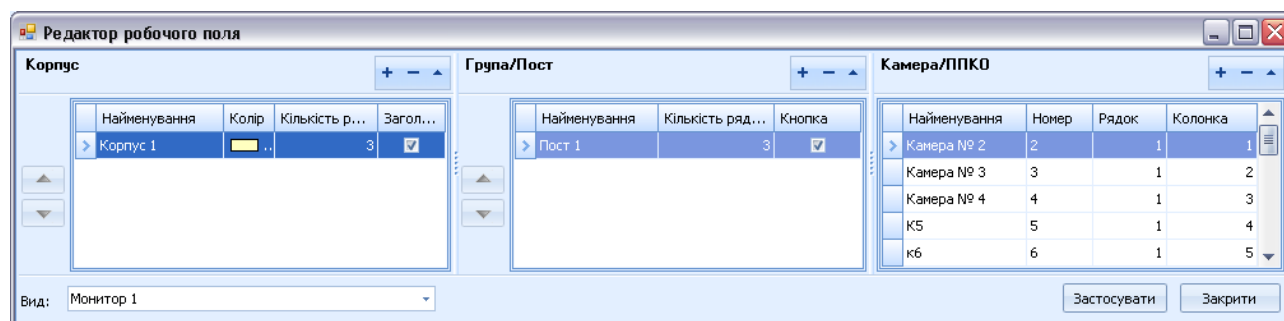
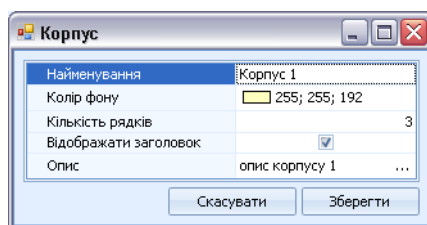
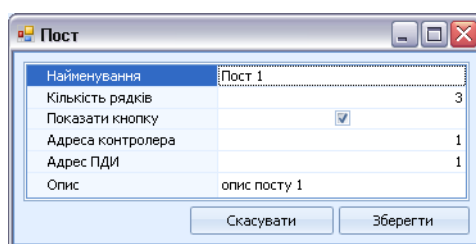

Рисунок 7: Редактор рабочего поля
Рисунок 8: Параметры отображения корпуса
Рисунок 9: Параметры отображения поста
6.4.4. Следующим шагом созданные объекты размещаются на матрице объектов при помощи окна «Настройка, Редактор рабочего поля» (рис. 7).
а) перечень корпусов (зданий), в которых размещены объекты охраны. Создание таких объектов производится после нажатия ЛКМ на кнопке «+» над таблицей «Корпус» (рис. 7). В результате откроется окно редактора корпуса, приведенное на рис. 8.
б) перечень постов с установленными ПДИ, а также перечень групп объектов ППКО и их принадлежность тому или иному корпусу. Создание постов производится нажатием на кнопку «+», расположенную над таблицей «Пост» (рис. 7). В результате откроется окно редактора поста, приведенное на рис. 9.
в) перечень камер или объектов ППКО и их принадлежность тому или иному посту. Создание постов производится нажатием на кнопку «+», расположенную над таблицей «Камера/ППКО» (рис. 7). В результате откроется окно редактора поста, приведенное на
6.4.6. Для удаления объектов в редакторе рабочего поля (рис. 7) служат клавиши «←→», которые расположены над соответствующими таблицами. Для редактирования объекта служат клавиши «▲», расположенные над соответствующими таблицами.